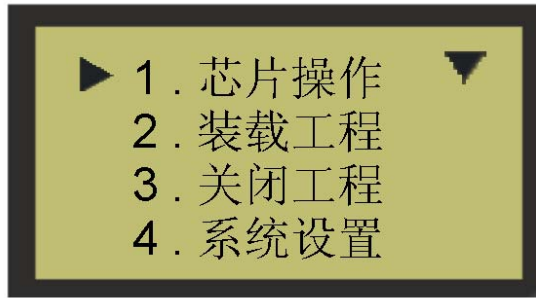

图 2.7.3 操作界面
- d. 按一下控制面板上的任意一键进入主菜单如图 2.7.3: